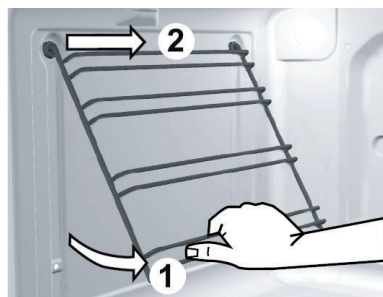

FIGURE 18
- **Pour démonter une glissière**, saisissez-la par le bas, soulevez-la (1) puis, décrochez-la (2) (figure 18).
- Après nettoyage, replacez la glissière dans les orifices (2) puis, abaissez-la.